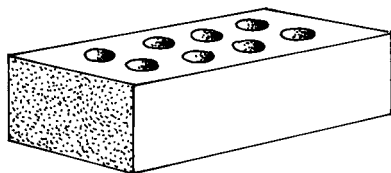

Рис. 1.2. Экструдированный кирпич
2. Экструдированные — кирпичи с отверстиями (рис. 1.2).